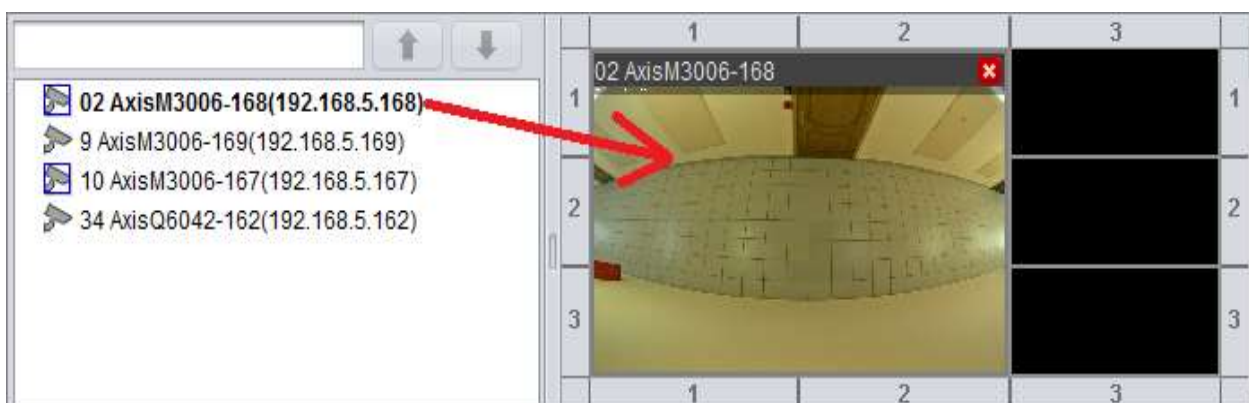

Рис. 111
11.3.3. Для добавления камеры в ячейку перетащить её мышкой из списка слева на раскладку. При этом имя камеры будет выделено жирным шрифтом и изображение с нее будет отображаться в ячейке (Рис. 111).